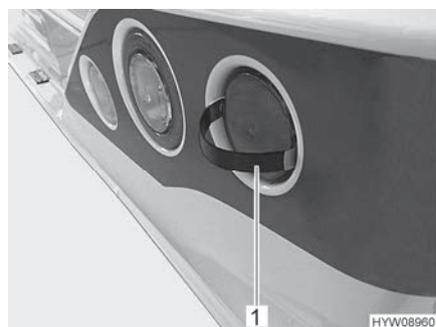

Fig. 134 Togliere la copertura
- Innestare i naselli dello strumento fornito (Fig. 134,1) come raffigurato, accanto alla copertura.